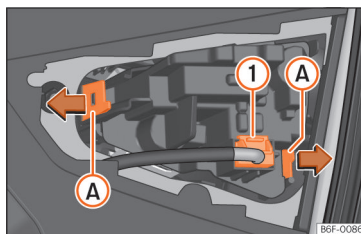

Abb. 62 Lampenhalter ausbauen.
- Ziehen Sie den Stecker von der Lampe » Abb. 62 ① ab.
- Bauen Sie den Lampenträger aus, indem Sie die Befestigungslaschen ①A entriegeln.